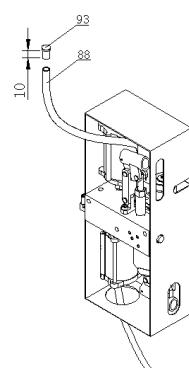

Figure 2
Retirer le bouchon (93) du tuyau d'huile (88), coupant le tuyau d'huile avec le bouchon env. 10mm long. (Voir Figure 2)